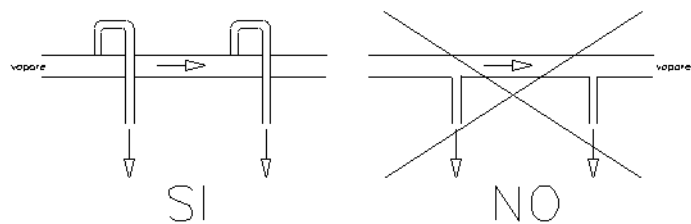

fig. 1
- La calate delle tubazioni vapore alle macchine devono sempre avere la presa sopra la tubazione principale (manici d'ombrello), vd fig.1.